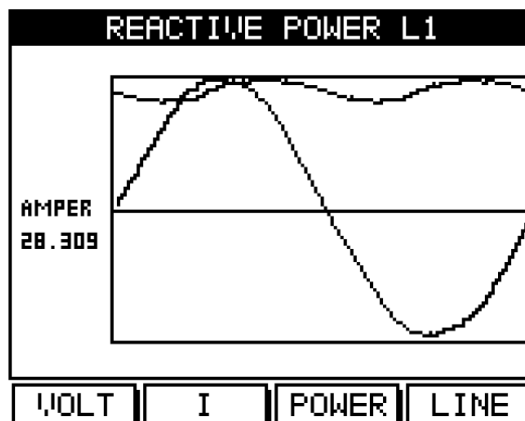

Рис. 5.15
1. Нажмите **Power** («F3») еще раз. На дисплей будет выведен график реактивной мощности (рис. 5.15):